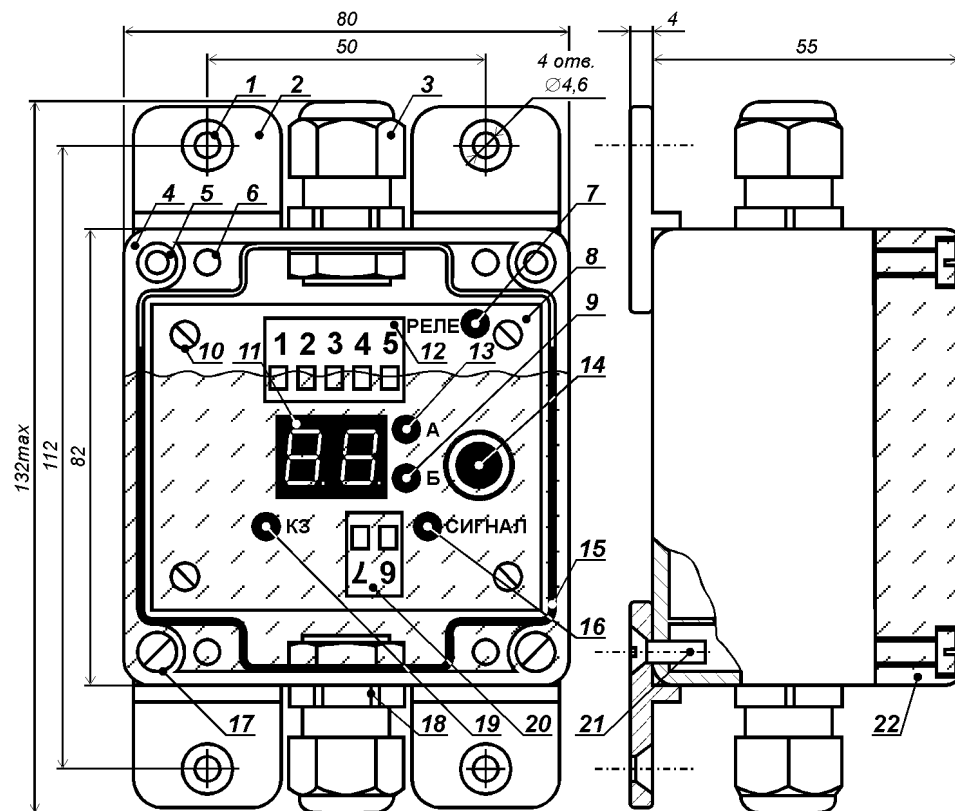
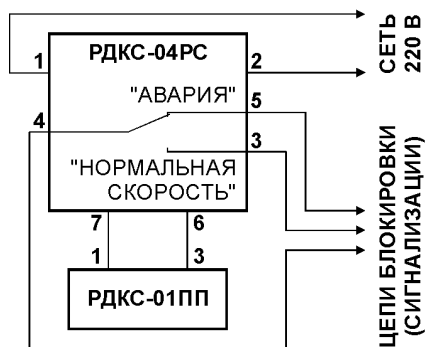

Рис. 2. Конструкция реле скорости РДКС-04РС.
Рис. 9. Схема соединений составных частей УКС и назначение внешних клемм.
Конструкция реле скорости РДКС-04РС (далее именуемого «РС») показана на рис. 2. Устройство размещено в пластмассовом корпусе [поз. 4], который закрыт прозрачной крышкой [поз. 22] через уплотнитель [поз. 15] четырьмя винтами [поз. 17]. Винты вворачиваются в резьбовые втулки [поз. 5], запрессованные в стенках корпуса.
- светодиод: «Реле» [поз. 7], показывающий состояние выходных контактов РС. Светодиод горит, когда контакты находятся в положении «Нормальная скорость» (рис. 9).
Схема подключения УКС изображена на рис. 9.
После подачи питания и до нажатия на энкодер [поз. 14 на рис. 2] РС находится в режиме **«Работа»**. Светодиод «А» [поз. 13 на рис. 2] горит, если скорость механизма выше номинальной, а светодиод «Б» [поз. 9 на рис. 2] – если ниже. Цифровое табло [поз. 11 на рис. 2] показывает процент отклонения текущей скорости механизма от номинальной. Если отклонение превысило заданный порог и это превышения длится дольше заданной задержки, то контакты выходного реле РС переходят в положение «Авария» (рис. 9). При изменении скорости на 50 % и более задержка отсутствует. Цифровое табло отображает зафиксированный процент изменения скорости: если скорость в момент отключения была выше номинальной, то горит светодиод «А», а если ниже – то светодиод «Б». В случае принудительного (минуя контакты РС) пуска механизма, когда его скорость войдёт в допустимый диапазон и пройдёт заданное время задержки, контакты реле вернутся в положение «Нормальная скорость» (рис. 9).
В режиме **«Автонастройка»** РС запоминает текущую скорость объекта, в дальнейшем принимая её за номинальную (за 100%). Контакты реле переходят в положение «Нормальная скорость» (рис. 9) и одновременно мигают светодиоды «А» и «Б».
4. Если при подаче на РС сетевого напряжения загорается светодиод «КЗ» [поз. 19 на рис. 2], то следует проверить правильность выполнения п. 1 или устранить короткое замыкание в линии связи между ПП и РС.